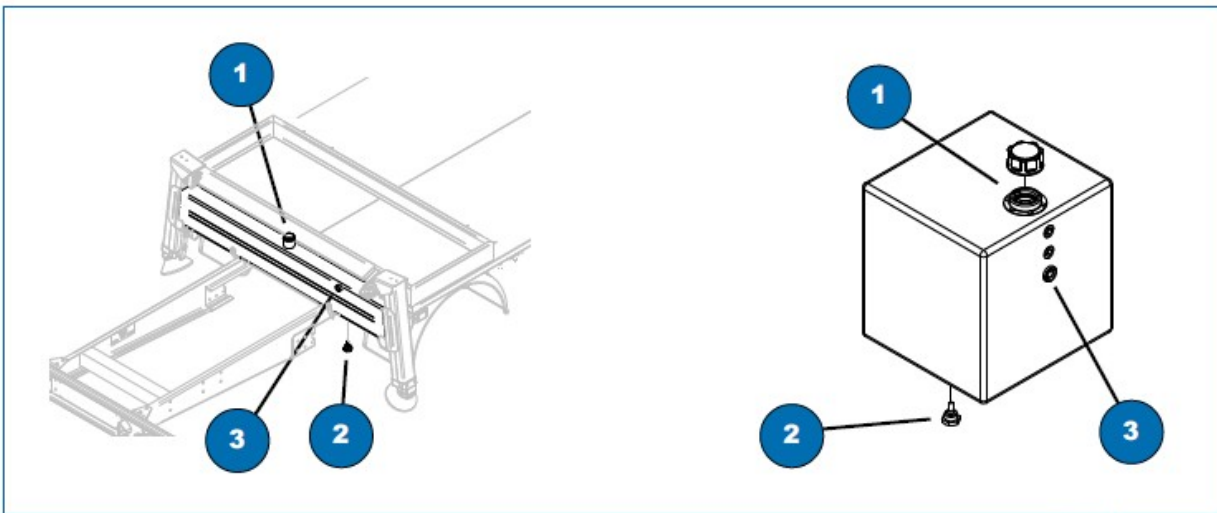

Fig. 8.2
Înainte de utilizare, verificați vizual nivelul uleiului hidraulic, folosind indicatorul de pe rezervor (Fig. 8.2, 3). Nivelul trebuie să fie în centrul indicatorului. Dacă este necesar, îndepărtați dopul de umplere și completați cu ulei. (Fig. 8.2, 1).
Schimbați uleiul hidraulic la fiecare 1000 de ore sau cel puțin o dată pe an. Tot atunci schimbați filtrele de ulei hidraulic. Pentru a schimba uleiul, luați un recipient sau recipiente potrivite, suficient de mari (a se vedea Secțiunea 3.6.1) și scurgeți uleiul folosit, slăbind dopul de scurgere (Fig. 8.2, 2) care se află sub rezervor. Închideți dopul de scurgere și umpleți rezervorul.
- umpleți rezervorul de ulei hidraulic (Fig. 8.2, 3) și verificați nivelul de pe indicatorul special (Fig. 8.2, 1).